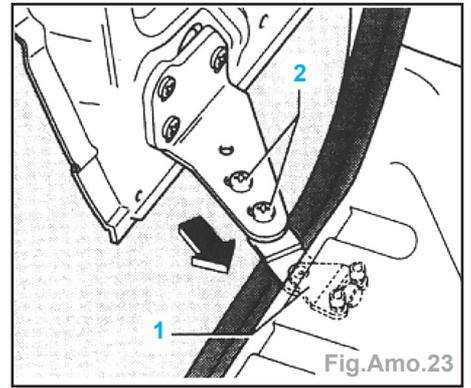

Fig.Amo.24
- Ouvrir la porte coulissante et bloquer les deux vis à tête cruciforme (2).
- En desserrant la vis à six pans creux (1), déplacer le guide-galet supérieur (2) sur son support (3 flèches) jusqu'à ce que la partie supérieure avant de la porte coulissante soit alignée avec le contour extérieur du montant B (Fig.Amo.24).